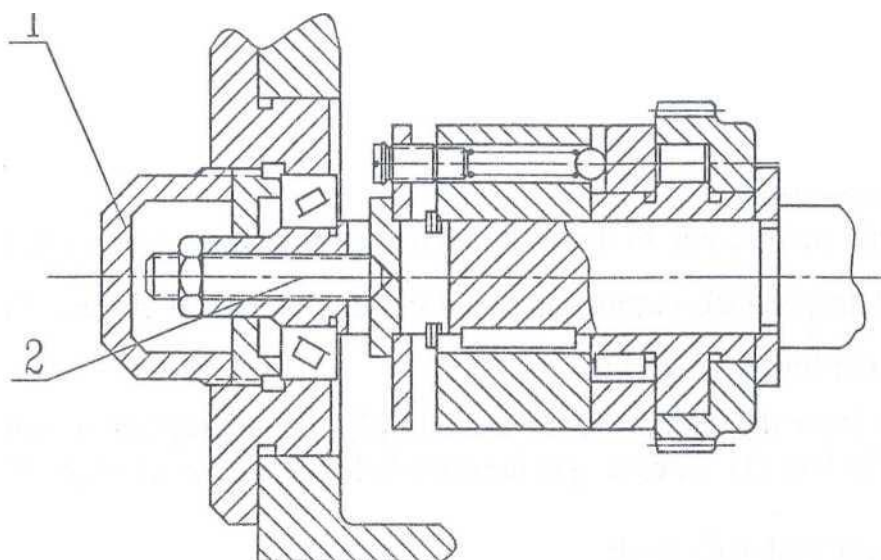

Рис. 20. Регулировка предохранительной муфты
Если усилие подачи резки далеко от регламентированного максимума, то можно снять заглушку (1), использовать регулируемый болт (2) и отрегулировать предохранительную муфту (рис. 20), иначе устройство защиты не сработает, и станок будет поврежден.